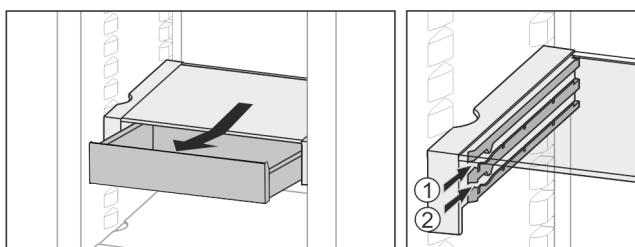

Fig. 28
- Zasuňte v libovolné výšce Fig. 28 (1) nebo Fig. 28 (2).